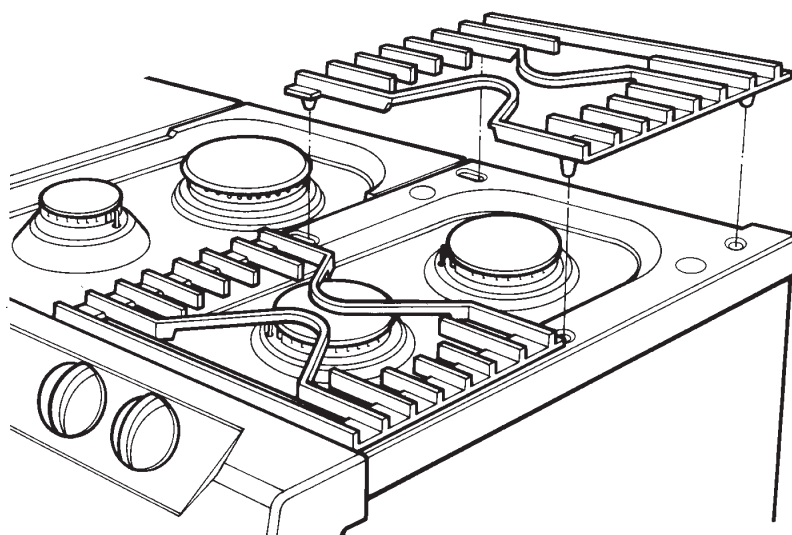

Fig. 22
2. Enlevez les supports de plats et les couvercles des brûleurs (voir Fig. 22).
3. Enlevez les vis de fixation du brûleur (14) et les vis de fixation de la table de cuisson (8).
4. Enlevez les bagues de fixation du brûleur (6).